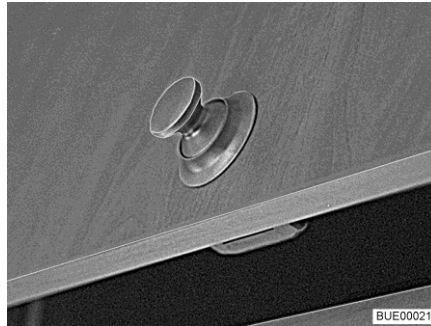
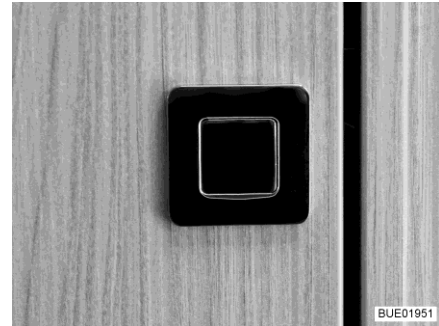

Bild 67 Möbelklappe mit Druckknopf (rund)
Bild 68 Möbelklappe mit Druckknopf (rechteckig)
- Innenteil des Schlosses drücken. Der Druckknopf (Bild 67 oder Bild 68) springt heraus.